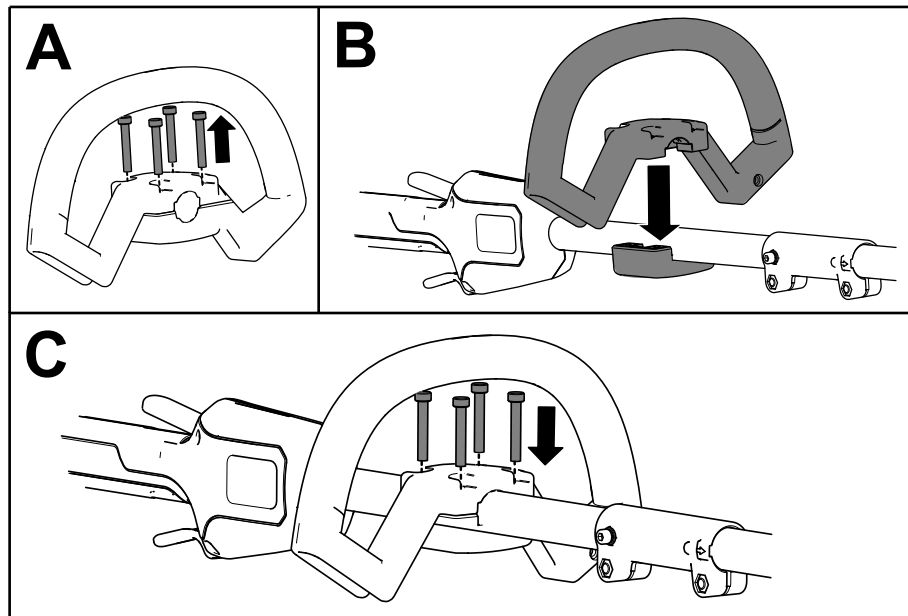

Figura 5
1. Separe la empuñadura auxiliar de la abrazadera retirando los 4 tornillos allen con la llave allen suministrada (Figura 5, A).
2. Alinee la empuñadura auxiliar con la abrazadera en el mango (Figura 5, B).
3. Sujete la empuñadura auxiliar a la abrazadera con los 4 tornillos allen que retiró anteriormente (Figura 5, C).